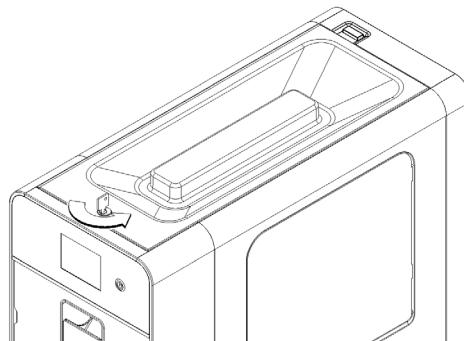
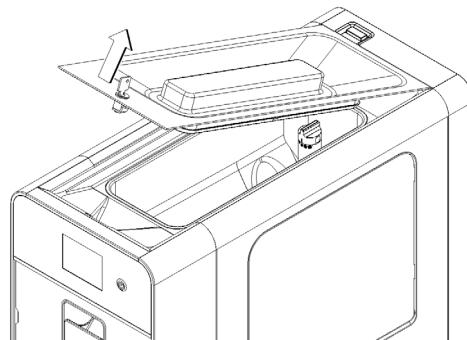

Bild 15
Bild 16
- 4 Den Deckel abnehmen. Falls das Schloss für die Sicherheitsverriegelung des Deckels vorhanden ist, den Schlüssel gegen den Uhrzeigersinn drehen. (Bild 15)
- 1 Den oberen Deckel abnehmen. (Bild 16) Falls das Schloss für die Sicherheitsverriegelung des Deckels vorhanden ist, den Schlüssel gegen den Uhrzeigersinn drehen und abziehen . (Bild 15)